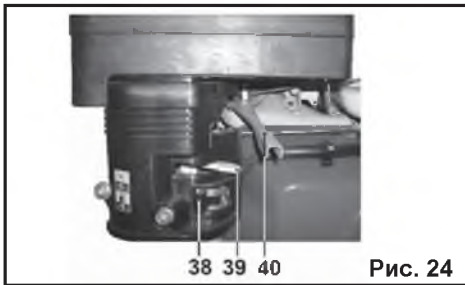

Рис. 24
В случае ручного пуска (Рис. 24 - 29) запустите двигатель следующим образом:
Для повторного запуска горячего двигателя оставьте рычаг воздушной заслонки (39) в положении в положении **← «ОТКРЫТО»** (Рис. 24).
8.5.3. Положение рычага управления дроссельной заслонки карбюратора (40) установите при помощи рычага привода управления оборотами (41) примерно на $1/3 - 1/2$ от хода регулировки оборотами. Для перемещения рычага привода оборотами (41) нажмите на кнопку (43), освободите из стопорного положения рычаг (41)
8.5.6. После запуска двигателя переведите рычаг воздушной заслонки (39) в положение **«ОТКРЫТО»** (Рис. 24).
8.5.12. Закройте рычаг подачи топлива (38) (Рис. 24).